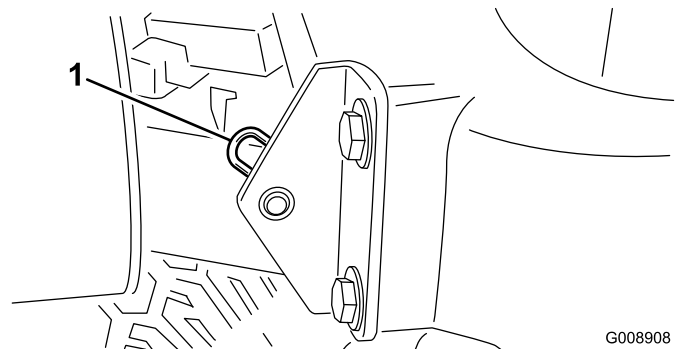

Figura 31
- Retire el pasador que fija el pivote del capó a los soportes (Figura 31).